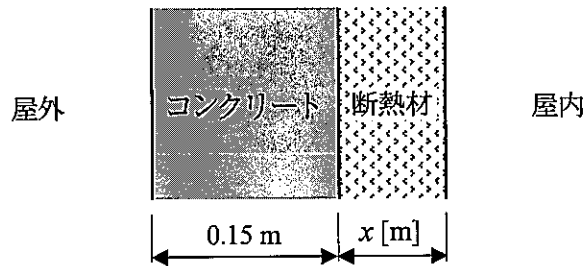

図 1
(1) 空調負荷を求める際の前提となる、外壁や窓など建築物の外皮を介して出入りする熱量を求めるために、熱貫流率  $U$  や日射熱取得率  $\eta$  が用いられる。ここで、図 1 に示すような厚さ 0.15m のコンクリートと、厚さ  $x$  [m] の断熱材からなる断面構成の外壁を介しての熱の移動について考える。